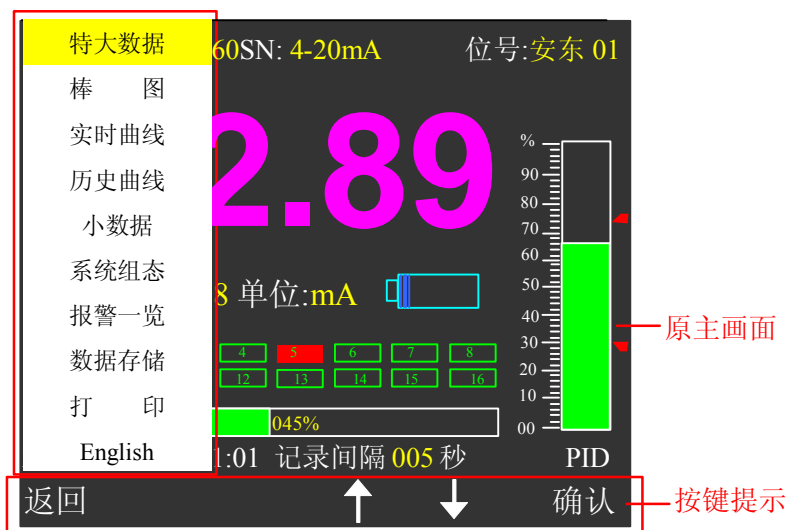

图 2.5 菜单画面
1、 **进入下拉菜单画面：** 在特大数据、棒图、实时曲线、历史曲线、小数据、报警一览、打印的各个主画面下，按菜单键（即 ESC 键），就会弹出如图 2.5 所示的菜单；